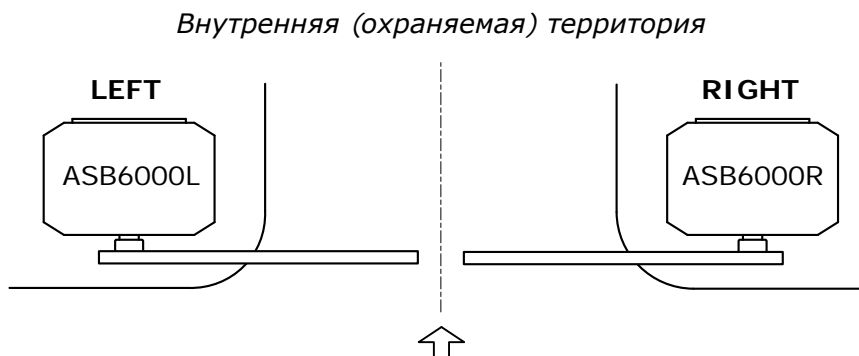

Рисунок 1. Исполнение шлагбаума
- Определите место, в которое будет установлено каждое устройство шлагбаумной системы. Пример типовой схемы автоматизации дорожного проезда - Рисунок 3. Место установки шлагбаума определите в соответствии с исполнением (Рисунок 1). Места установки устройств управления определите вместе с пользователем (владельцем).